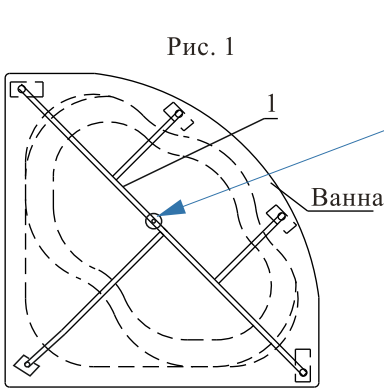

Рис. 2
8. Перевернуть ванну и отрегулировать опоры под высоту панели + 20 мм (рис.2).